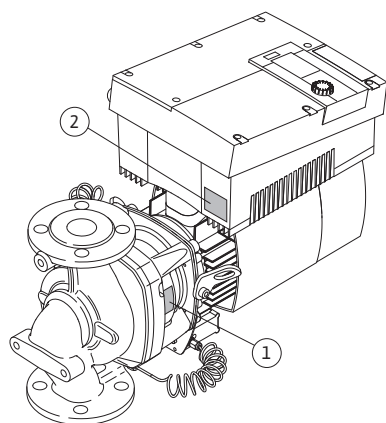

Fig. 11: Rozmieszczenie tabliczek znamionowych:
- Tabliczka znamionowa pompy (Fig. 11, poz. 1) zawiera numer seryjny (Ser.-No.../...), niezbędny np. przy zamawianiu części zamiennych.
- Tabliczka znamionowa modułu elektronicznego (moduł elektroniczny = inwerter lub przetwornica częstotliwości) (Fig. 11, poz. 2) zawiera oznaczenie używanego modułu elektronicznego.